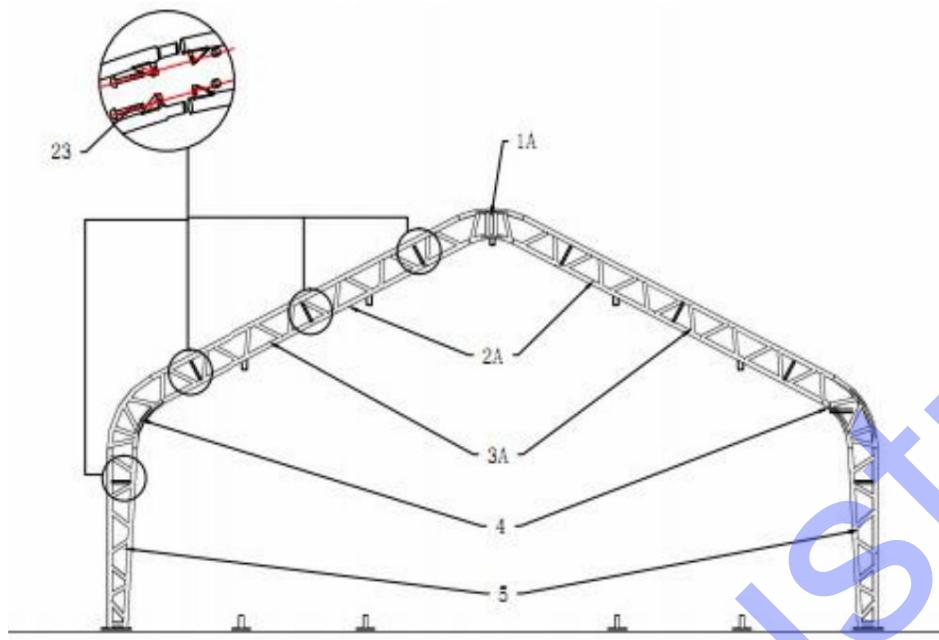

Figure 4
1. La figure 4 montre comment connecter le tube de toit supérieur (n° 1A), le tube de durcissement du toit (n° 2A), le tube de courbure du toit à l'épaule pour les deux portes (n° 3A), le tube de paroi latérale (n° 4) et le pied debout (n° 5) avec le boulon M12x30mm (n° 23), puis placez l'arche dans le tube de la bride de base à l'aide d'un palan.